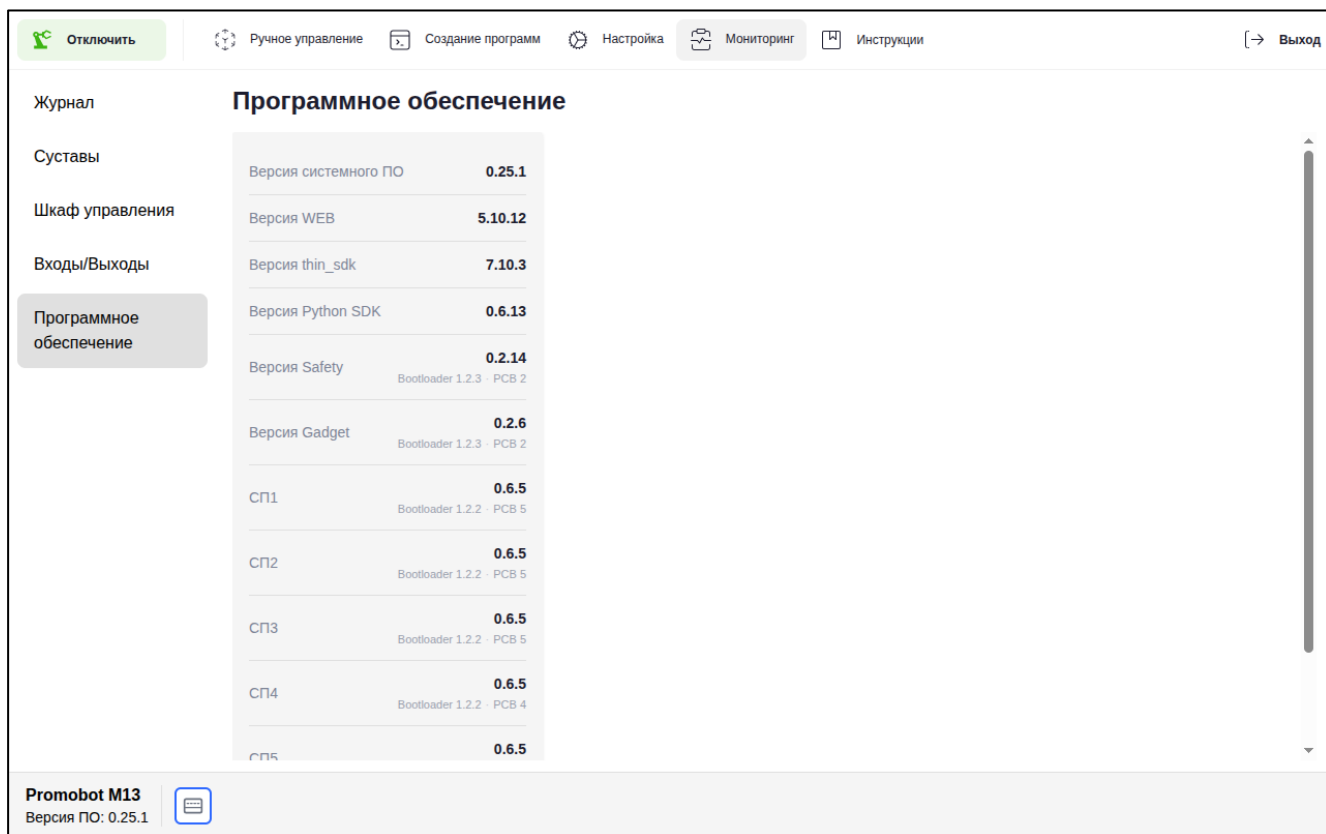

Рисунок II-70 – Раздел «Программное обеспечение»
- д) раздел «Программное обеспечение» (см. Рисунок II-70) – предназначен для отображения версий системного ПО (релиз), веб-интерфейса, SDK, прошивки шкафа управления (Safety), платы безопасности (PCB), прошивки инструмента (Gadget), платы инструмента (PCB), прошивки СП.